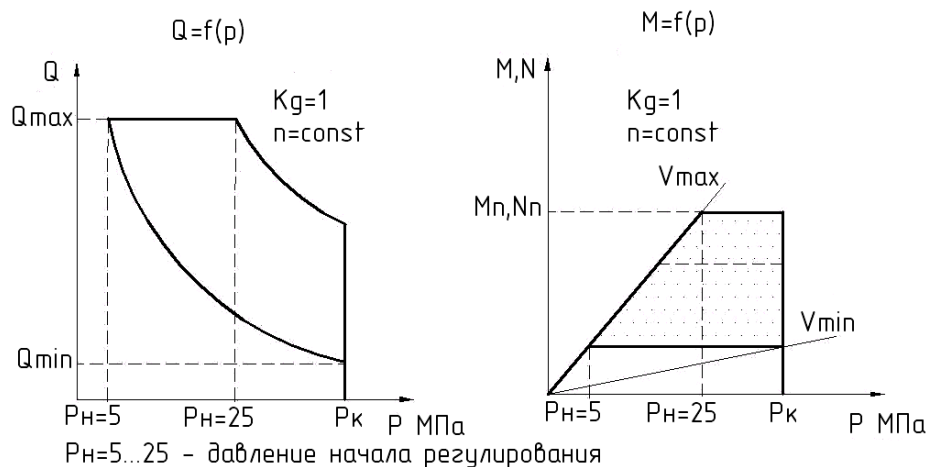

Рисунок 10 – График зависимости подачи Q , крутящего момента M и потребляемой мощности N от изменения давления p .
- Пока давление в гидросистеме не превышает P_n (рисунок 10), насос находится на максимальном рабочем объеме V_{max} и обеспечивает максимальную подачу Q_{max} .